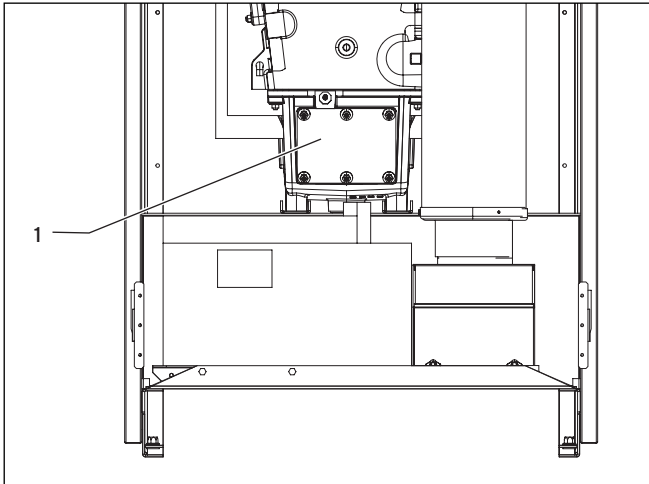

Рис. 8.1 Очистление конденсатосборника
- Открутите крышку смотрового отверстия (1, рис. 8.1).